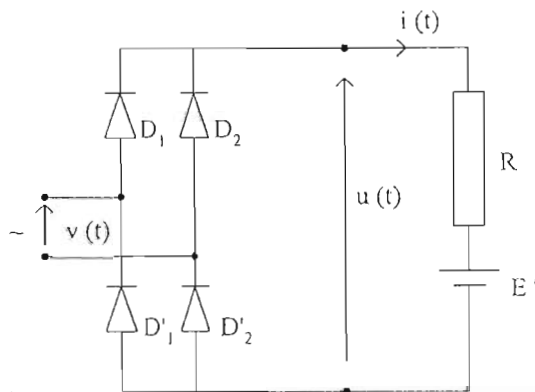

Figure 1
On se propose d'étudier les deux montages représentés par les figures 1 et 2 ci-dessous, pour lesquels on donne les caractéristiques suivantes :
1. Pont à 4 diodes (figure 1).